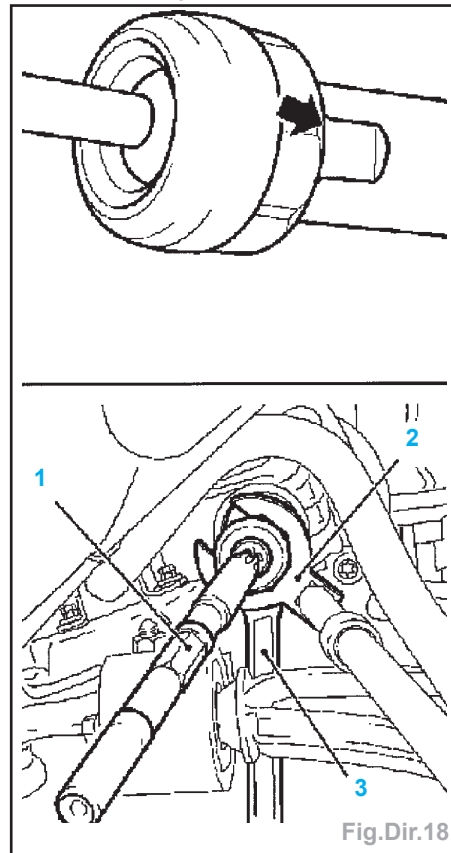

Fig.Dir.18
- Déposez la bielle de connexion (1) avec **KM-6321** (2) et contre-tenir la crémaillère à la surface (flèche) à l'aide d'une clé à fourche (3) (Fig.Dir.18).